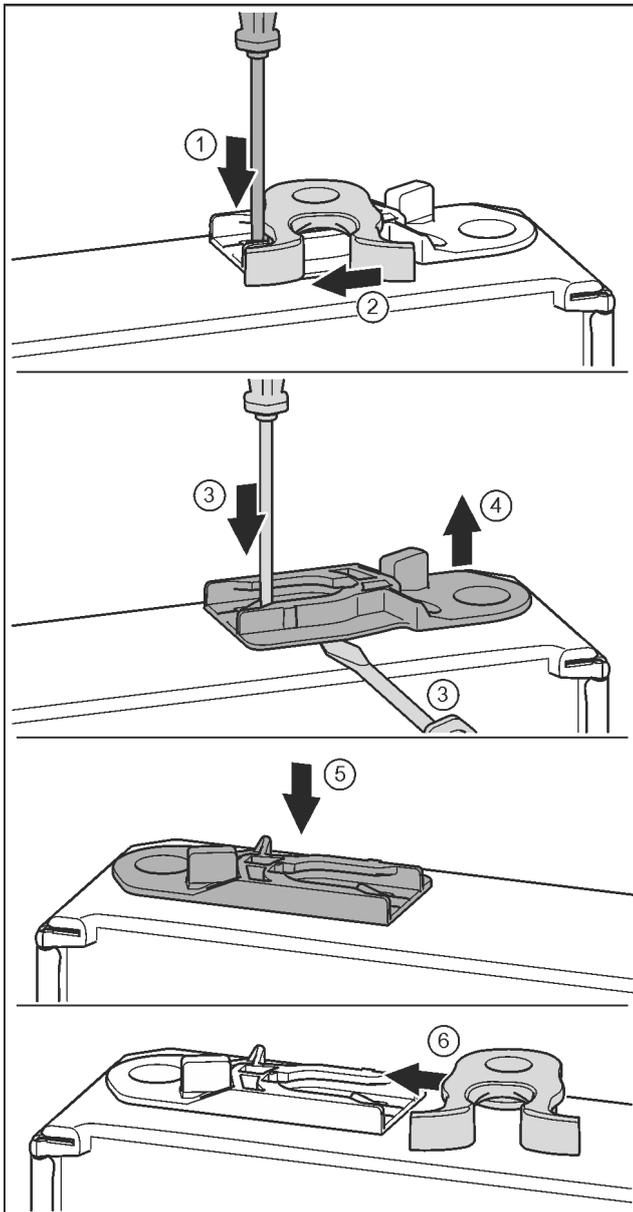

Fig. 19
- ▶ La parte inferiore della porta indica verso l'alto: ruotare la porta. Fig. 19 (1)
- ▶ Con un cacciavite spingere la linguetta verso il basso. Fig. 19 (2)
- ▶ Estrarre il gancio di chiusura dalla guida. Fig. 19 (3)
- ▶ Estrarre la bussola di guida: con un cacciavite spingere la linguetta e contemporaneamente con un cacciavite sposterla sotto la bussola di guida. Fig. 19 (3, 4)
- ▶ Inserire sull'altro lato dell'apparecchio la bussola di guida fornita in dotazione. Fig. 19 (5)
- ▶ Spingere il gancio di chiusura nella guida. Fig. 19 (6)